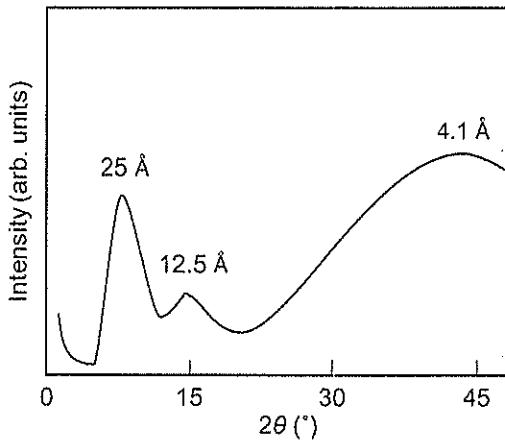
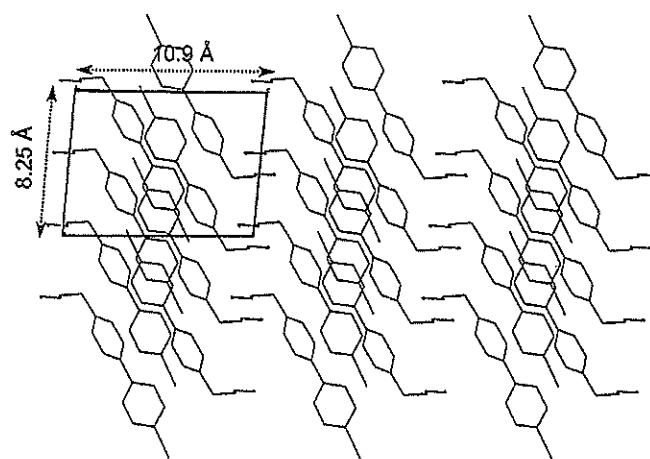

図2 5CBのX線回折パターン
図4 5CBの固体結晶構造（ある軸からの投影図）
問2 昇華精製して得られた高純度の5CBを薄いガラス板で挟んで摺りを加えたところ、図1に示すような偏光顕微鏡下で独特のパターンが観察された。このパターンを与える構造を解明するためにX線回折実験を行い、図2に示すX線回折パターンを得た。以下の(1)～(3)に答えよ。
- (1) 図2の回折ピークの 2θ 値を、 d 値に変換したところ、25 Å, 12.5 Å, 4.1 Åとなつた。この変換に使われた式を記せ。
- (3) 図2の25 Å, 12.5 Å, 4.1 Åのピークが何を反映しているのか説明せよ。ただし、5CB分子の大きさの参考として、図4に5CB固体の結晶構造、及び単位胞を示した。